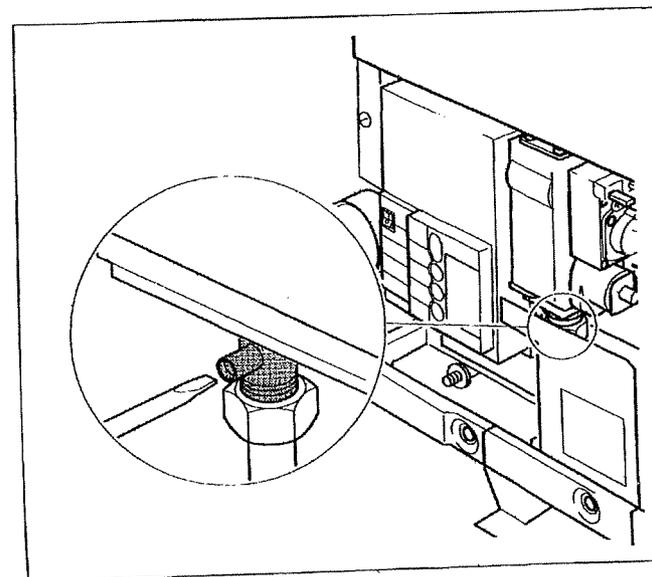

Fig. 15 Scarico dell'aria dal tubo di alimentazione gas
- ◆ Girare un po' la vite di chiusura del nipples di controllo (Fig. 15). Quando non viene fuori più aria, richiudere.